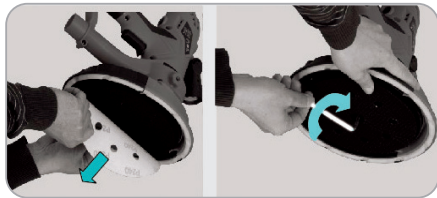

Fig.4
- Țineți fix capul de slefuire, pentru a preveni rotirea acestuia și slăbiți șurubul cu ajutorul cheii hexagonale din dotare. (Fig.4)